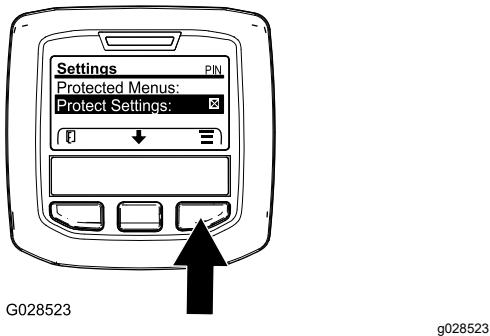

Figure 27
1. Dans le MENU PRINCIPAL, appuyez sur le bouton central pour naviguer jusqu'au menu RÉGLAGES, puis appuyez sur le bouton droit (Figure 27).